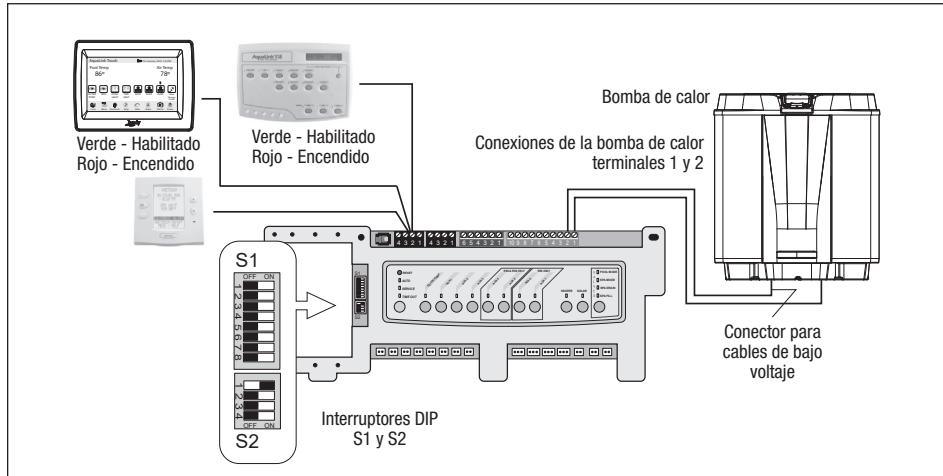

Figura 12. AquaLink RS a bomba de calor Jandy JRT, conexión de T-Stat (2 cables)
3. Tienda los cables del sistema de control de la piscina/del hidromasaje hasta la conexión de conductor etiquetada "Low Voltage Connection" (Conexión de bajo voltaje) y ubicada en la parte inferior derecha de la bomba de calor (consulte la Figura 12). Asegúrese de que los conductores no estén pellizcados o dañados.